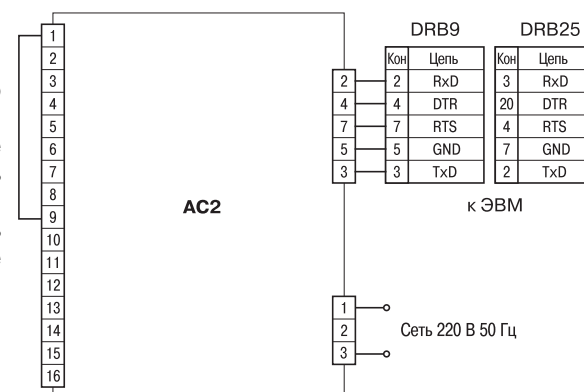
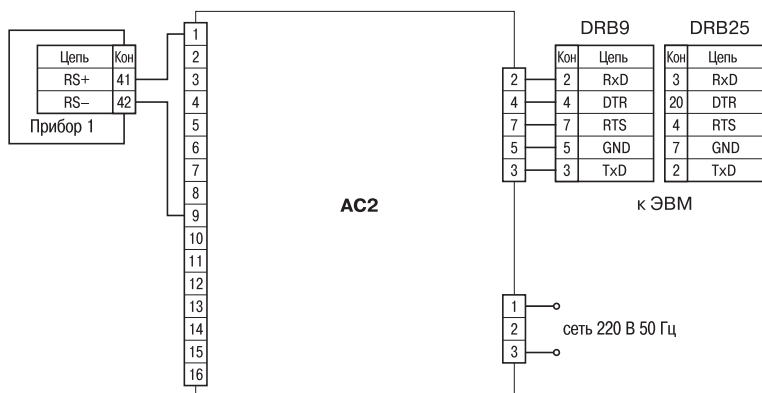

Рис. 3
Рис. 4
- 7.2.2. Если при запуске программы на ЭВМ в правом нижнем углу экрана выдается сообщение об ошибке, то необходимо проверить правильность подключения линий связи. Для этого последовательно выполните следующие действия. Отключите от первого канала прибор и установите вместо него перемычку между клеммами 1 и 9 (рис. 3). Воспользуйтесь утилитой "СЧЕКИТ" выбрав тестирование соответствующего последовательного порта. Если при прохождении теста выдается сообщение только о двух ошибках, касающихся модема, то адаптер сети и компьютер соединены правильно. В противном случае необходимо проверить правильность подключения линий RxD, TxD и GND и исправность последовательного порта. Далее необходимо удалить перемычку и подключить прибор (рис. 4).
7.2.2. Если при запуске программы на ЭВМ в правом нижнем углу экрана выдается сообщение об ошибке, то необходимо проверить правильность подключения линий связи. Для этого последовательно выполните следующие действия. Отключите от первого канала прибор и установите вместо него перемычку между клеммами 1 и 9 (рис. 3).
Воспользуйтесь утилитой "СЧЕКИТ" выбрав тестирование соответствующего последовательного порта. Если при прохождении теста выдается сообщение только о двух ошибках, касающихся модема, то адаптер сети и компьютер соединены правильно. В противном случае необходимо проверить правильность подключения линий RxD, TxD и GND и исправность последовательного порта. Далее необходимо удалить перемычку и подключить прибор (рис. 4).